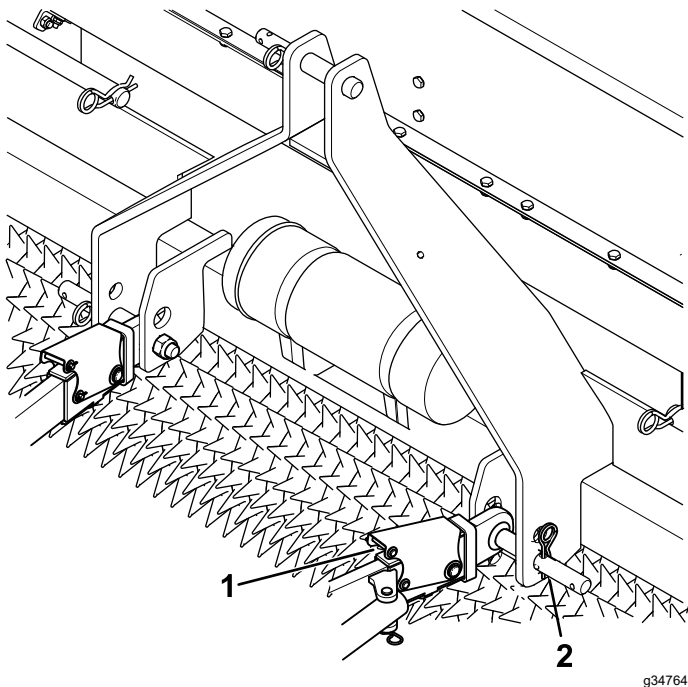

Figura 11
4. Retire los brazos de enganche inferiores (Figura 11).